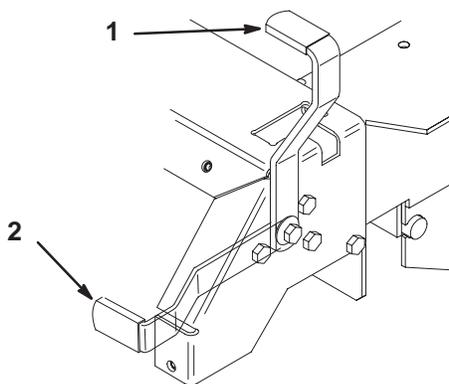

Figure 12
2. Tirez le frein de stationnement en arrière et vers le haut pour le serrer (Fig. 12). Une fois serré, le frein de stationnement ne doit plus bouger.
1. Poussez le levier du frein de stationnement vers l'avant et vers le bas (Fig. 12) afin de le desserrer. Le frein de stationnement est desserré et le levier est en appui contre la butée du frein.